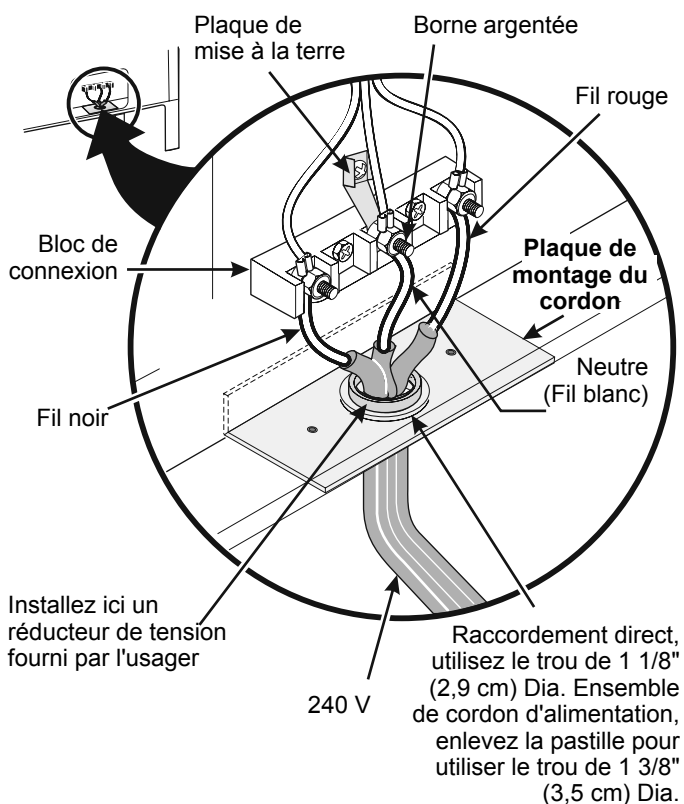

Figure 3
NOTE: L'appareil sort de l'usine avec un trou de 1 1/8" (2,9 cm) dia. tel que montré à la figure 3. Si un trou plus grand est requis, repoussez la pastille.
Si les codes locaux permettent la connexion du conducteur de mise à la terre du châssis au fil neutre du cordon d'alimentation en cuivre (voir fig. 3).
2. Utilisez les écrous fournis dans l'enveloppe littéraire pour raccorder le neutre du cordon d'alimentation cuivré à la borne argentée située au centre du bloc de connexion, et raccordez les autres fils aux bornes extérieures. Assortissez les fils et les bornes conformément aux couleurs (branchez le fil rouge à la borne de droite, et le fil noir à la borne de gauche) (voir fig. 3).